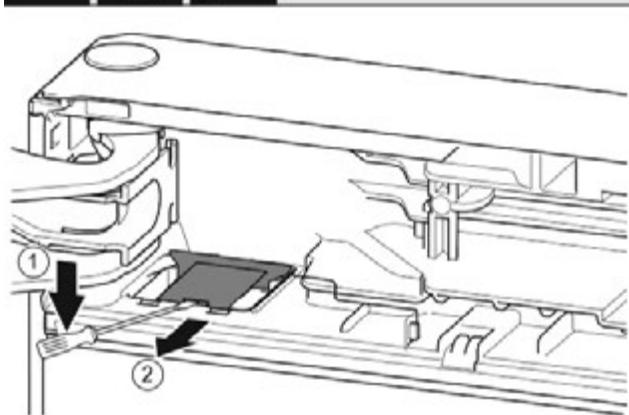

Fig. 8
- З допомогою шліцевової викрутки звільнити і підняти кришку. Fig. 8 (1)
- Монтувати кришку. Fig. 8 (2)